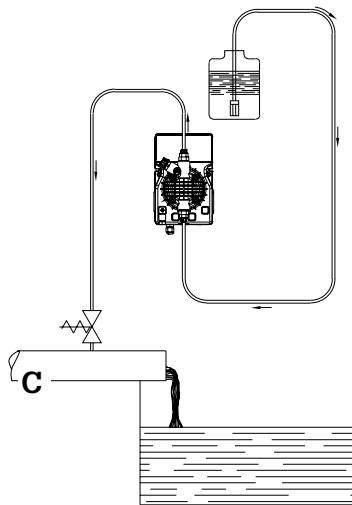

Fig. 6
c.- *Coloque la bomba como se muestra en la figura 5, teniendo presente que se puede fijar tanto por debajo como por encima del nivel del líquido a dosificar, a una distancia máxima de 2 metros. El punto de inyección se debe colocar siempre más arriba que el líquido a inyectar. Cuando la bomba trabaja a presión atmosférica (aditivación con descarga libre) y el depósito del aditivo está colocado más arriba del punto de inyección (Fig. 6), controle periódicamente la funcionalidad de la válvula de inyección, ya que un uso excesivo podría hacer que cayera aditivo y entrara en la bomba (aunque el aparato esté apagado). Si se produjera el problema, inserte una válvula de contrapresión C (debidamente tarada entre la bomba dosificadora y el punto de inyección (Fig.6). Para los líquidos que generan vapores agresivos, no instale la bomba encima del depósito a menos que éste esté cerrado herméticamente.*